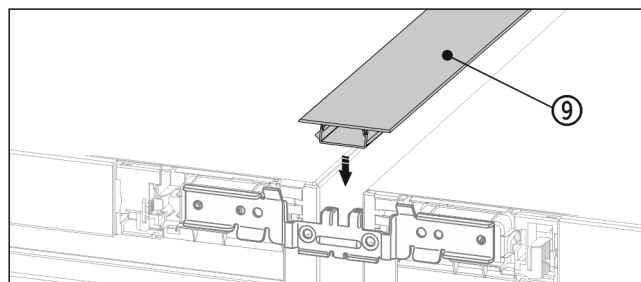

Fig. 20 *
- Sur le côté supérieur, pousser la baguette Fig. 20 (9) courte dans la fente horizontale.*